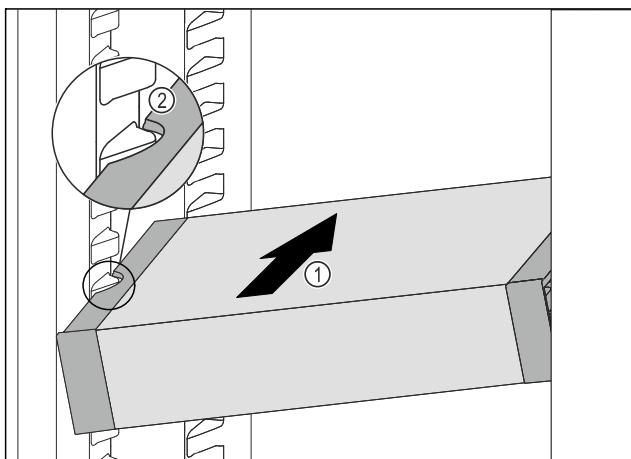

Fig. 128
- Skub VarioSafe skråt ind i kølesektionen, Fig. 128 (1) indtil udsparingerne i siden Fig. 128 (2) på VarioSafe er på niveau med beholderribben i kølesektionen.